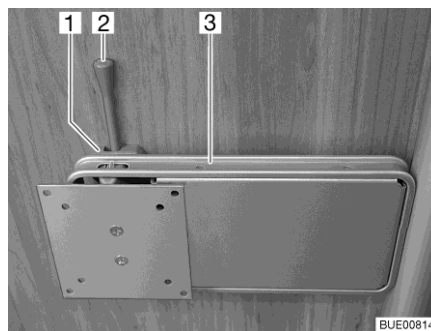

Fig. 109 Fijación en la columna
- Empujar la palanca de desbloqueo (Fig. 109,2) hacia el lado y girar el soporte (Fig. 109,3) junto con la pantalla plana a la posición deseada.
- Girar la pantalla plana hacia la posición inicial hasta que el soporte (Fig. 109,3) engatille en el bloqueo (Fig. 109,1).